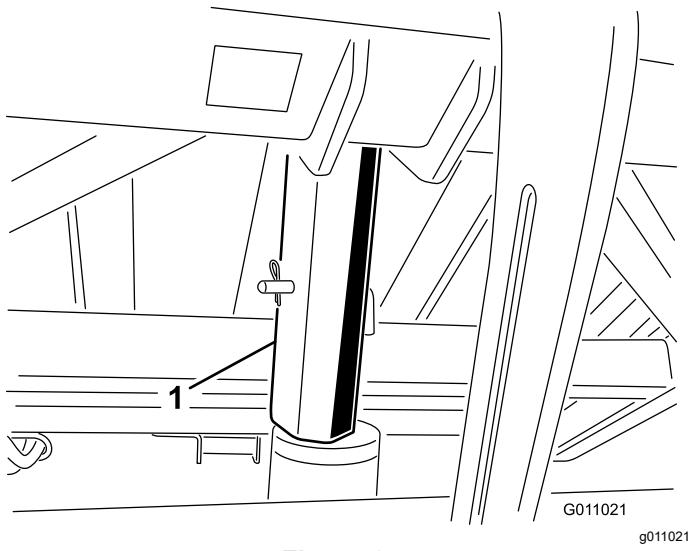

Figura 27
3. Instale el soporte de seguridad de la tolva sobre la varilla del cilindro, asegurándose de que el extremo del soporte descance contra el cilindro y el extremo de la varilla (Figura 27).